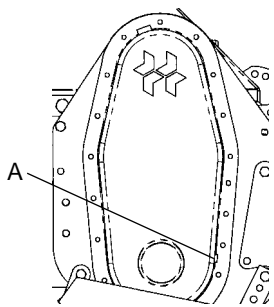

Fig. 2
1. Llenar la caja lateral de transmisión con **aceite SAE 90** hasta el nivel del tapón A (**fig. 2**). Capacidad 2 l.